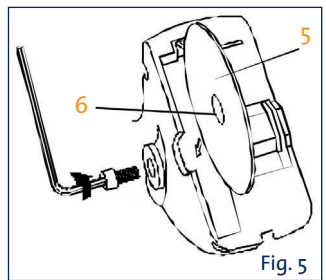

Fig. 5
INSTALLATION DE LA LAME (voir Fig. 5)
- 3. Insérez le cordon électrique dans la source d'alimentation. **REMARQUE :** Le voyant vert de « marche » (1) sur la droite de l'outil s'allume lorsque l'outil est « sous tension ».
- 4. Placez le bord d'attaque (2) du protège-lame sur la pièce à couper.
- 5. Saisissez l'outil à deux mains. Placez votre main droite sur le corps de l'outil (3) en veillant à ne pas couvrir les orifices de ventilation du moteur (4). Placez votre main gauche sur la partie avant de l'outil (5) pour que votre pouce puisse actionner le bouton de déverrouillage (6) du protège-lame.
- 6. Alignez l'indicateur de ligne de coupe avant (7) sur la ligne de coupe marquée sur la pièce à couper (8). **REMARQUE :** Ne placez pas le protège-lame trop loin vers l'avant sur la pièce à couper. Ceci est important pour éviter que la lame ne touche la pièce à couper lorsque le protège-lame est relevé pour découvrir la lame, comme indiqué au Fig. 5.
- 8. Appuyez sur le bouton de déverrouillage (6) du protège-lame en utilisant le pouce de votre main gauche.